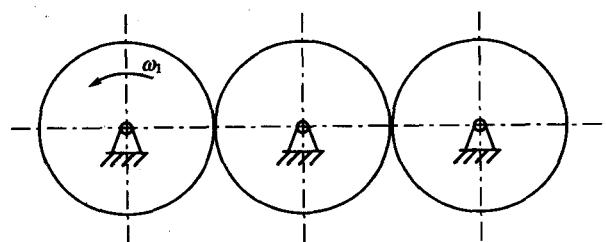

图 1-2-1 题 2A05 图 (一)
- ① 转动心轴，外径上的弯曲应力 r 为____；
- ② 推力球轴承滚动体上一点的接触应力， r 为____。
(7) 某齿轮传动装置如图 1-2-1 所示，轮 1 为主动轮，则轮 2 的齿面接触应力按____变化。
(8) 图 1-2-1 所示的齿轮传动装置, 轮 1 为主轮, 当轮 1 做双向回转时, 则轮 1 的齿面接触应力按____变化。